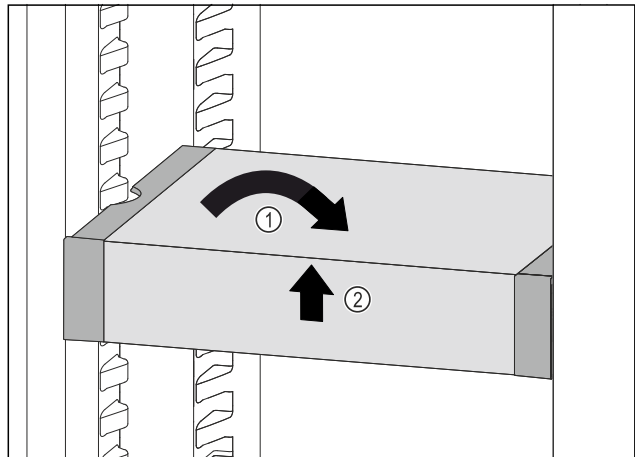

Fig. 111
- ▶ Установите VarioSafe прямо. Fig. 111 (1)
- ▶ Приподнимите VarioSafe спереди. Fig. 111 (2)